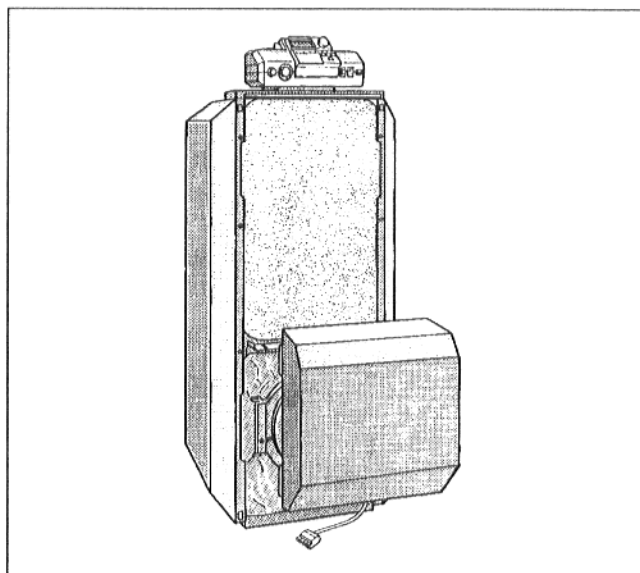

Fig. 28
- Agganciare la cuffia del bruciatore nell'asta di fermo della traversa (Fig. 28).